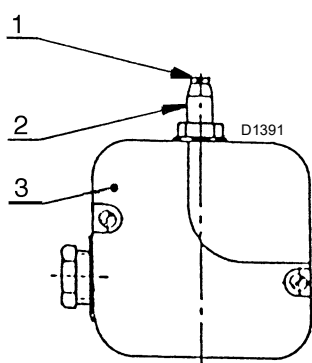

Fig. 38
5.11.6 Air bleeding (Fig. 38)
Key (Fig. 38)